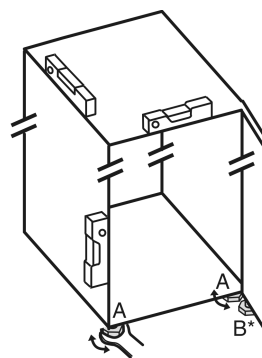

Fig. 4
- Skru de justerbare fødder Fig. 4 (A) ud ved hjælp af den medfølgende gaffelnøgle og et vaterpas, indtil hvidevaren står fast og i vater.
► Skru den justerbare fod Fig. 4 (B) på lejebukken af med den medfølgende gaffelnøgle, indtil den hviler på gulvet.
► Drej den justerbare fod Fig. 4 (B) 90° videre.